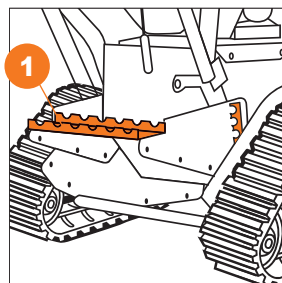

Рис. 22
Гусеничные снегоуборочные машины оборудованы системой регулировки положения ковша. Нажмите педаль ①, наклоните вперед или назад рукоятки управления и выберите один из двух режимов в зависимости от условий работы (Рис. 22).